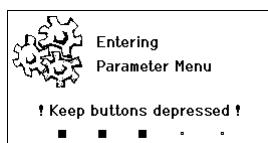

Fig. 11
- Mantener pulsadas al mismo tiempo las teclas **4** y **1** ó **4** y **2**. Mientras que el aparato pasa al menú de parámetros aparecerá en la pantalla el siguiente mensaje de texto (véase también la Fig. 11): "Pasar al menú de parámetros" "Mantener pulsadas las teclas".